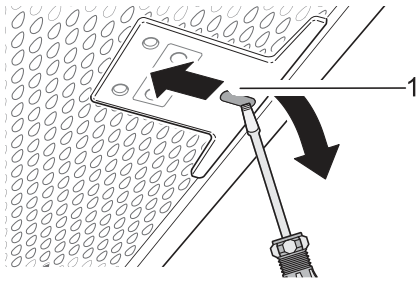

Abb. 17: Falsch eingesetzter Metallfettfilter
1. ➔ Stecken Sie einen kleinen Schraubendreher in die Aussparung (Abb. 17/1) und entriegeln Sie den Metallfettfilter.